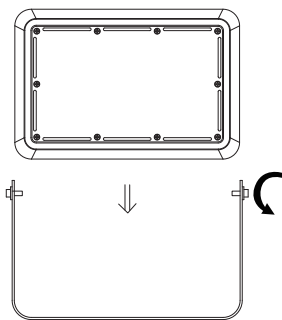

Fig 6
- 1: Loosen the 2 screws on the sides of the Yoke (Fig 6).
- 1: Afloje los 2 tornillos a los lados del yugo (Fig 6).
- 1 : Desserrez les 2 vis sur les côtés de la culasse (Fig 6).